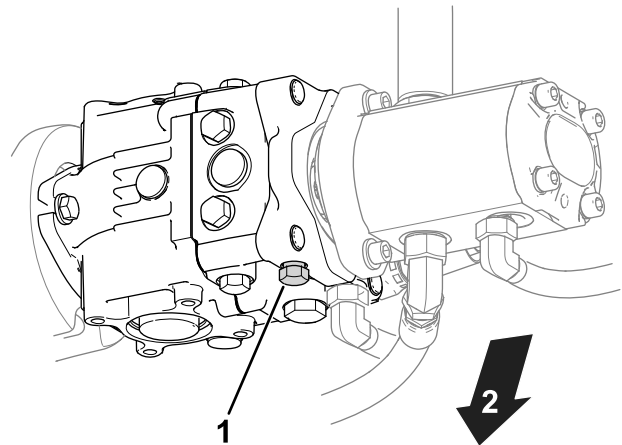

Figura 24
1. Localize a válvula de derivação na bomba (Figura 24).